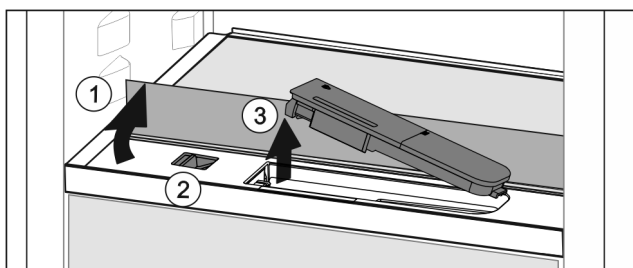

Fig. 43
- ▶ Podnieść płytę szklaną i złożyć ją z powrotem, aż do oporu Fig. 43 (1).
- ▶ Przesunąć suwak Fig. 43 (2) w lewo.
- ▶ Wymowanie zbiornika wody Fig. 43 (3).